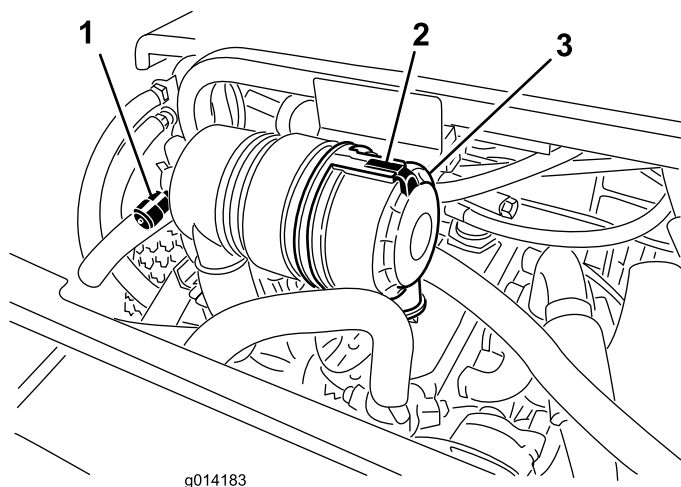

Рисунок 43
Обслуживание фильтра воздухоочистителя следует производить только после покраснения индикатора необходимости обслуживания (Рисунок 43). Замена воздушного фильтра без необходимости ведет лишь к повышению вероятности попадания грязи в двигатель при извлечении фильтра.
1. Откройте защелки, фиксирующие крышку воздухоочистителя на его корпусе (Рисунок 43).